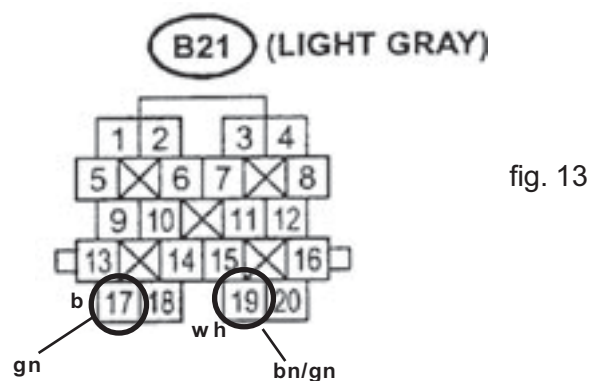

fig. 13
12. Krukassignaal. Sluit de signaaldraden aan bij connector B21 (grijs). De groene signaaldraad aansluiten op pos.17-wit. De bruin/groene draad aansluiten op pos.19-zwart. Zie fig. 13.